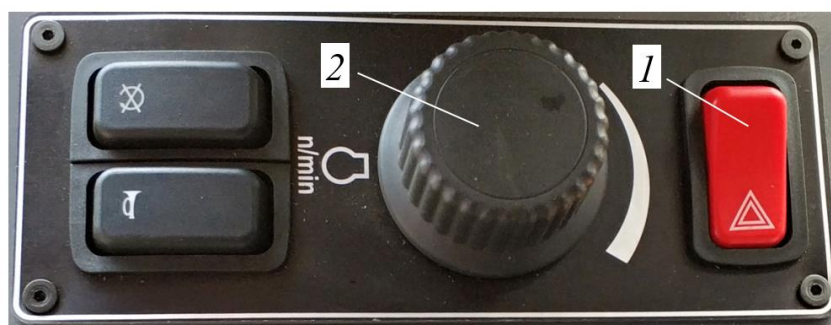

Рисунок 3.2. Органы управления левой тумбы
- Нажать кнопку безопасности (аварийный выключатель) 1, рис. 3.2.
- Рукояткой оборотов двигателя 2, рис. 3.2. выставить минимальные обороты.
При работе двигателя с полной нагрузкой продолжительное время мгновенный его останов недопустим, двигатель должен проработать не менее 2-3 мин на минимальной частоте вращения холостого хода (без нагрузки). При нажатии на кнопку «ENGINE START/STOP» рис. 3.3. для останова двигателя, двигатель не глохнет, а продолжает работать, при этом световой индикатор на кнопке «ENGINE START/STOP» начнет мигать синим цветом рис. 3.4, указывая на то, что активирован режим турботаймера. Время работы турботаймера можно настраивать в диапазоне от 2 до 5 минут (работы по настройке времени турботаймера подробно изложено в отдельном руководстве на дисплейный модуль). По прошествии установленного времени работы турботаймера двигатель остановится. В момент работы турботаймера команду на останов двигателя можно отменить, для этого необходимо увеличить частоту вращения двигателя, повернув рукоятку оборотов двигателя 2, рис. 3.2, по часовой стрелке.